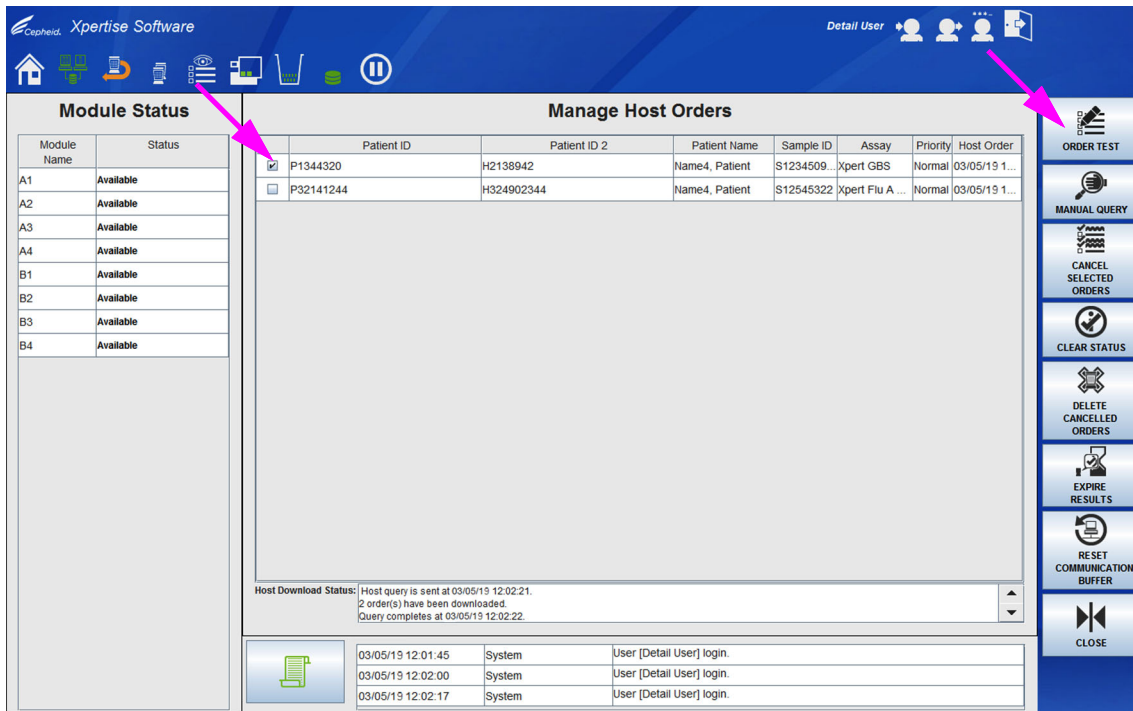

Figura 5-164. Área de trabalho Manage Host Orders (Gerir pedidos do anfitrião) a mostrar pedidos pendentes do anfitrião
1. Selecione o ícone **Manage Host Orders (Gerir pedidos do anfitrião)** para mostrar o painel da área de trabalho Gerir pedidos do anfitrião. Ver Figura 5-164.
Pode solicitar manualmente novos pedidos de teste do anfitrião selecionando o botão **MANUAL QUERY (CONSULTA MANUAL)** (ver Figura 5-164) para listar *todos* os pedidos de teste que estão atualmente no anfitrião. Uma vez transferidos os pedidos do anfitrião, proceda de acordo com as instruções indicadas na Secção 5.8.1.1.